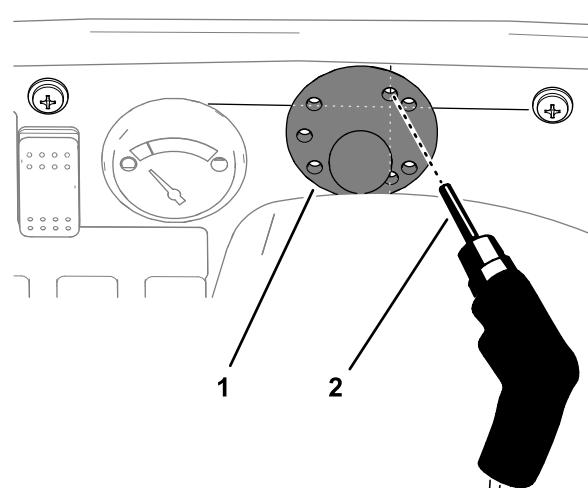

Figure 25
1. Alignez le support à rotule sur la planche de bord et les 2 trous verticaux du support sur le trait vertical (Figure 25) que vous avez tracé à l'opération 2 de la section Marquer l'emplacement des trous (page 12).
2. Servez-vous du support à rotule comme gabarit pour percer le trou supérieur de 4 mm dans la planche de bord comme montré à la Figure 25.